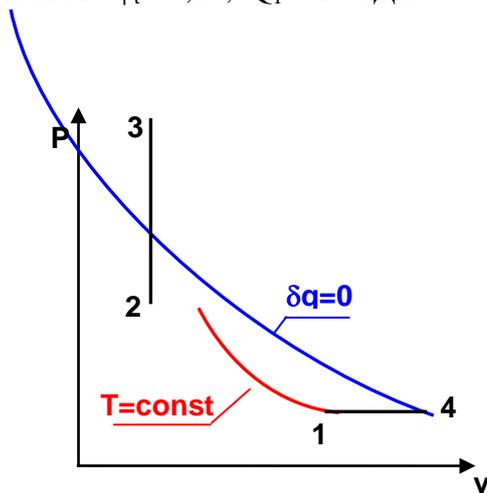

Рис. 4.1. К задаче 4.4
4.4. Определить термический КПД и работу цикла, изображенного на рис.4.1, если рабочее тело представляет многоатомный идеальный газ с $\mu=29,7$ кг/кмоль, а параметры цикла в характерных точках заданы величинами: $p_1=1$ бар, $t_1=27$ °С, $V_4=0,5$ м³, $v_1/v_2=2$, $p_3/p_2=4$.